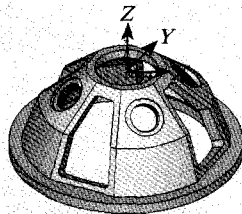

图2 建立工件坐标系
(1) 零件加工工艺分析 此零件的内外锥度已经由前面的车工工序加工完成,该零件是由截面旋转为基础建立,采用三爪自定心卡盘装夹,根据对此零件的结构分析,确定该零件的加工路线,此零件的外锥度上的平面和异形孔采用五轴联动加工,圆锥面上四个 $\phi 25\text{mm}$,深3mm的圆孔、 $M20 \times 1$ 深10mm的螺纹采用五轴定位加工。
(2) 选择加工原点、建立坐标系 考虑到工件的测量和对刀、校正的方便性,将加工坐标系建立在工件上表面的几何中心。建立的坐标系如图2所示。
(3) 刀具设定 通过对零件的加工工艺分析,加工异形孔和 $\phi 25\text{mm}$ 圆孔采用 $\phi 16\text{mm}$ 的合金刀。 $\phi 20\text{mm} \times 1$ 螺纹底孔采用 $\phi 10\text{mm}$ 立铣刀加工、螺纹加工采用 $\phi 11\text{mm}$ 的螺纹刀。异形孔上四个